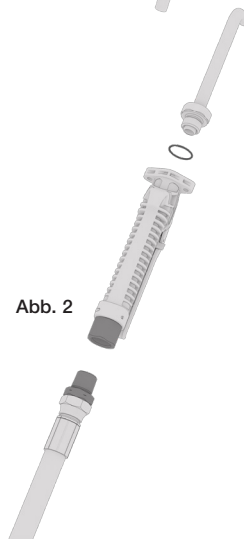

Abb. 2
- Um die Pistole an das Netz anzuschließen, halten Sie den Pistolenkörper und das Schlauchende fest, während sich das freie Ende der Gelenkverbindung dreht, bis die gewünschte Spannung erreicht ist (Abbildung 2).
- Über den Pistolenflansch kann eine Dosiereinrichtung an der Pistole angebracht werden. Verwenden Sie zur Montage einen O-Ring (1) der Größe 24 x 2 mm und zwei Schrauben (2) M5 x 20.